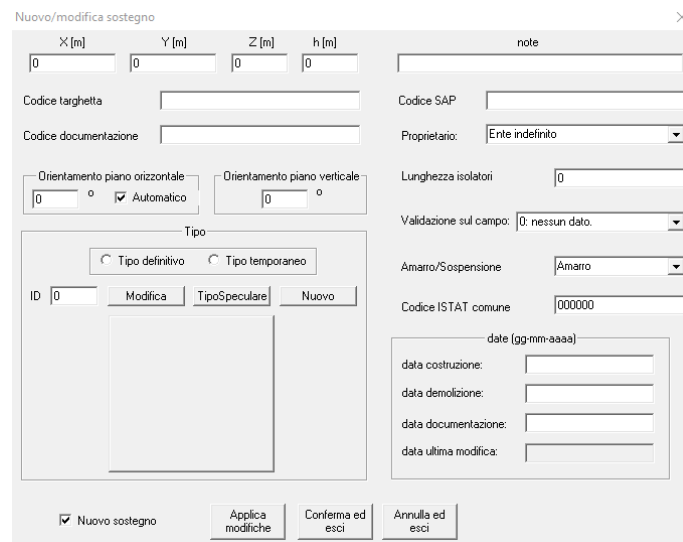

Fig. 16 - Gestione di un nuovo sostegno o di uno esistente.
- Inserisci/Modifica: se un sostegno è selezionato, ne viene abilitata la modifica (Fig. 16: lo stesso si ottiene cliccando due volte su un sostegno nella lista), altrimenti si inserisce un nuovo sostegno tramite un'apposita interfaccia.